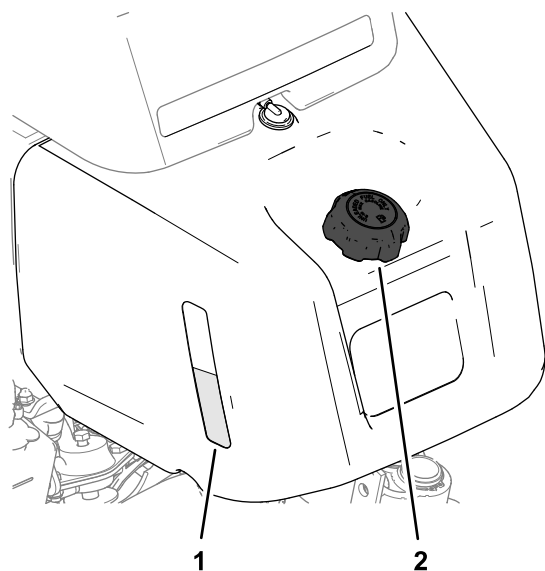
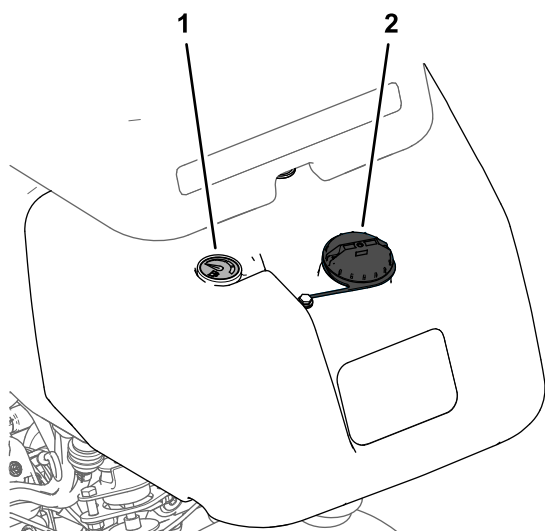

Figura 24
Figura 25
1. Limpe a zona em redor da tampa do depósito de combustível e retire-a (Figura 24 ou Figura 25).